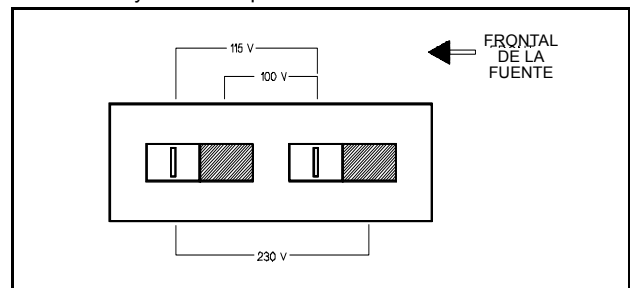

Figura 2. Selector de tensión de línea (configurado para 115 V de CA)
- Coloque las dos secciones del conmutador selector de tensión de línea de la placa del PC de manera que quede ajustada la tensión de línea deseada (vea la Figura 2).